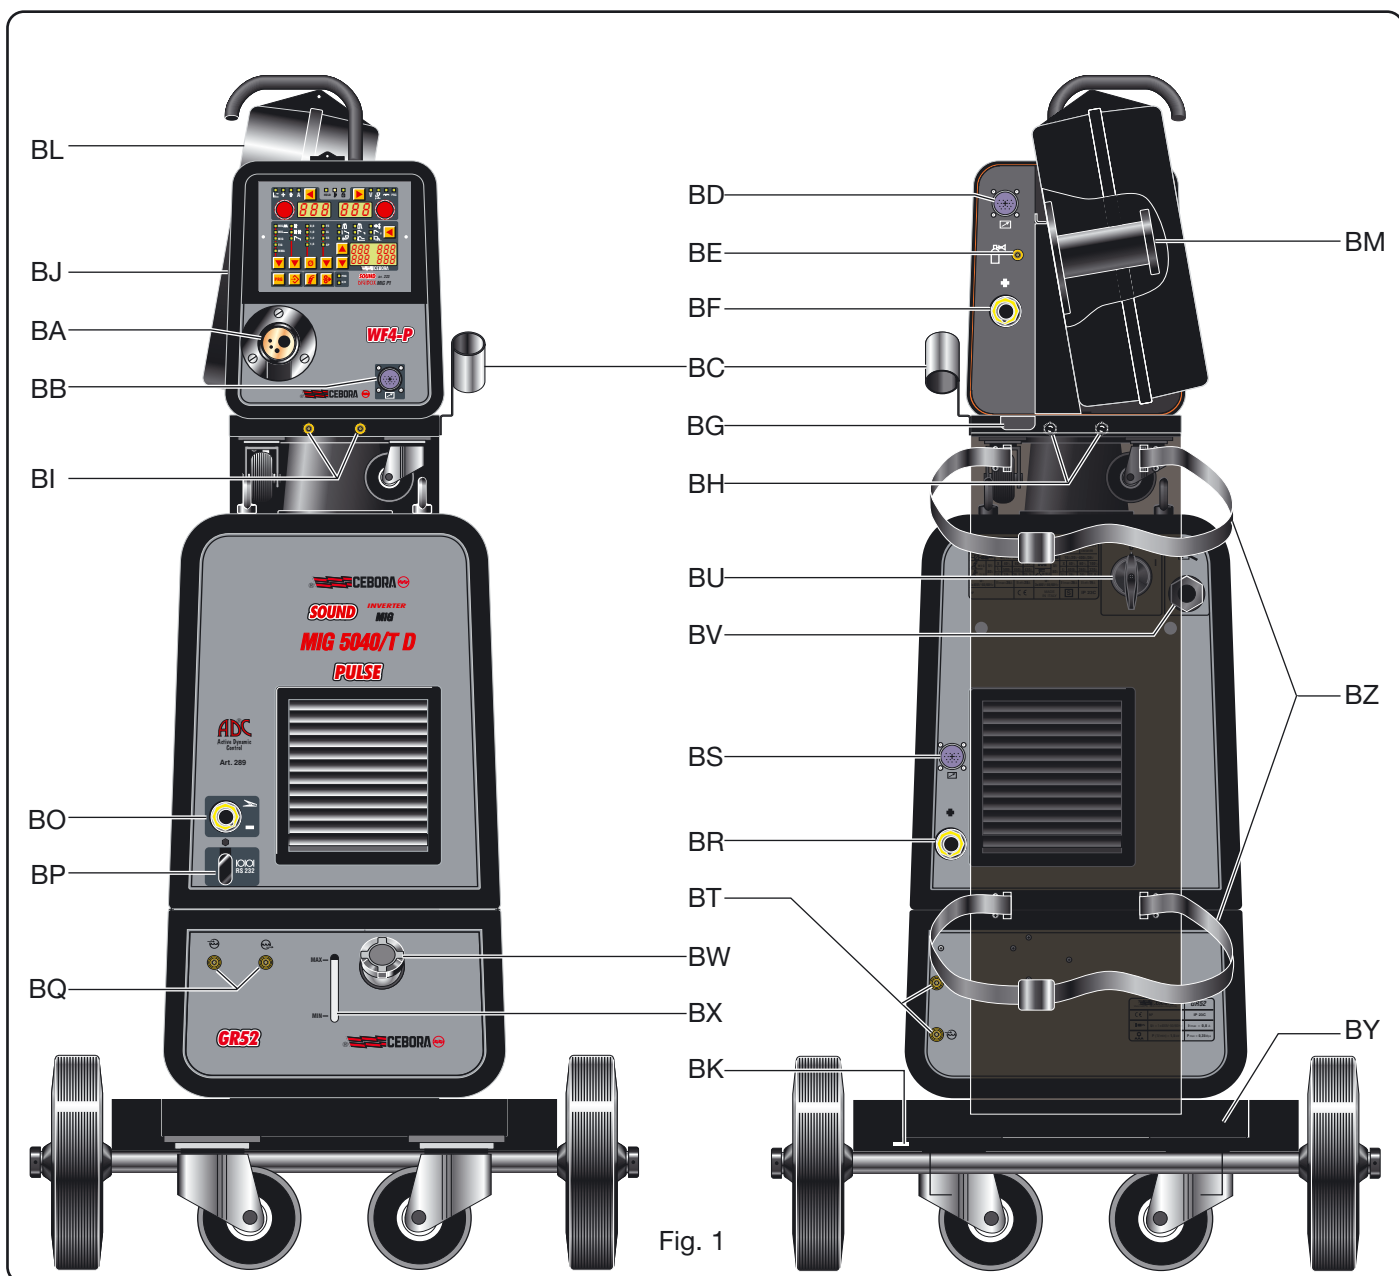

Fig. 1
2.1.2 Descrizione del generatore (Fig. 1)
2.2.1 Descrizione del carrello (Fig. 1)
2.3.3 DESCRIZIONE DEL GRUPPO DI RAFFREDDAMENTO (Fig. 1)**BX - Asola:**
2.4 CARRELLO DI TRASPORTO (Fig. 1)**BY - Supporto bombola.****BZ - Cinghie bloccaggio bombola.****BK - Foro:**